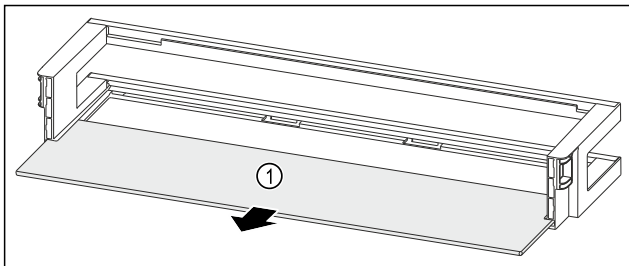

Fig. 89 Balconnet de contre-porte avec tablette de rangement
- Retirer la tablette de rangement Fig. 89 (1).